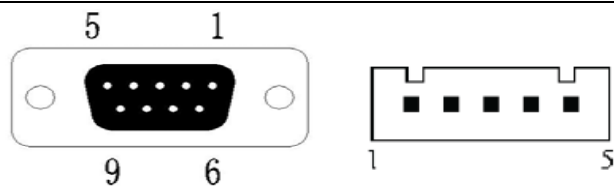

图 5-1
■A 型 485 接口 DB-9 芯孔座，引脚序号如图 5-1：